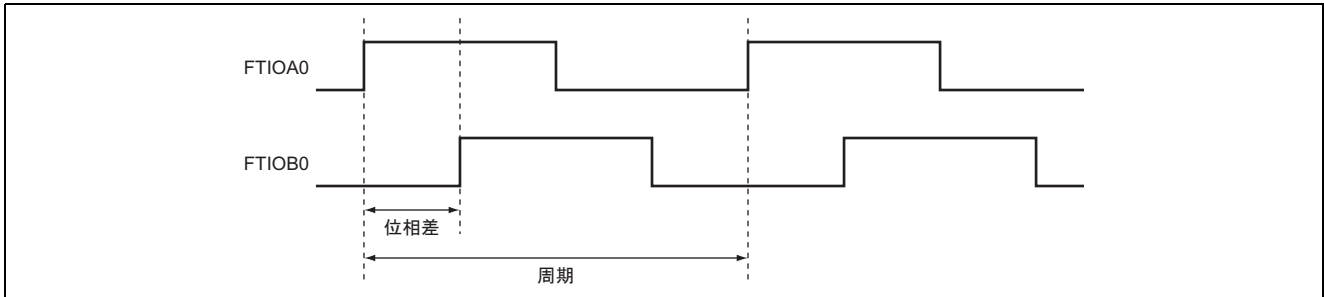

図 1.1 任意の位相差のパルス出力
1. 図 1.1 に示すように、タイマ Z アウトプットコンペア機能を使用して、デューティ 50% のパルスを任意の位相差で出力します。